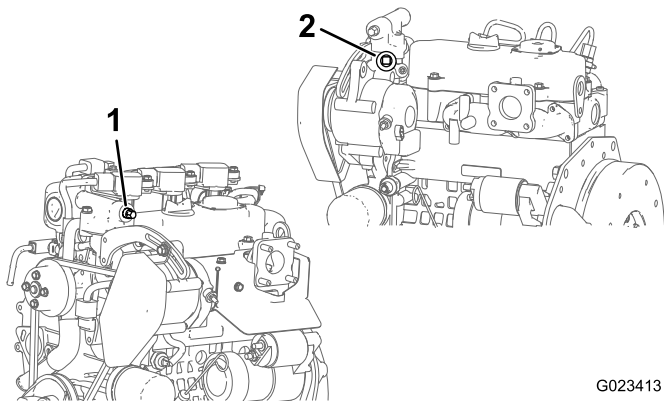

図 10
1. プラグまたは温度スイッチ(車種によってどちらか一方を外す 図 10。
- ガソリンエンジン車の場合サーモスタットハウジングのプラグを外し、5/8 インチのストレートフィッティングをウォームクランプで取り付ける 図 10。
- ディーゼルエンジンの場合サーモスタットハウジングから温度スイッチを外してT字フィッティングを取り付ける 図 10。